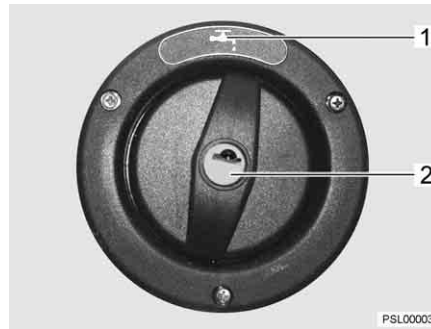

Fig. 50 Tampa de fecho do bocal de enchimento de água potável
- ▷ O bocal de enchimento da água potável está marcada com o símbolo  (Fig. 50,1).
- Meta a chave no canhão da fechadura (Fig. 50,2) girando-a no sentido inverso ao dos ponteiros do relógio.